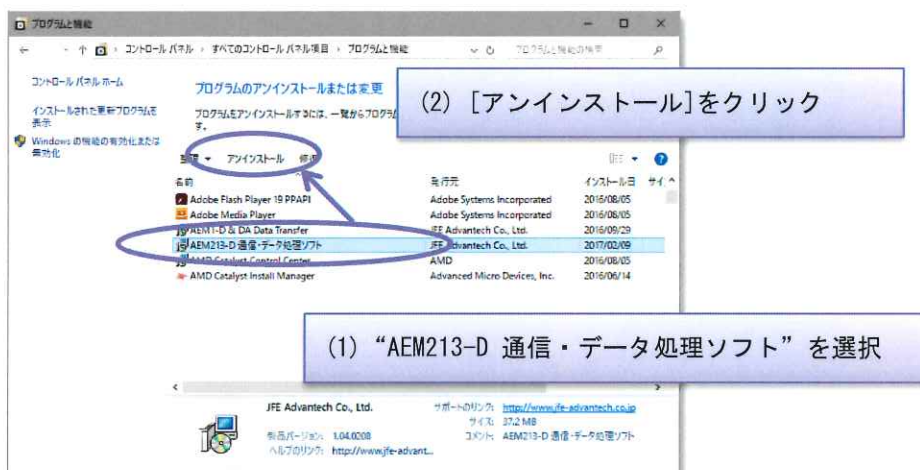

図 2.7 本ソフトウェアのアンインストール方法
- (2) リストの中から“AEM213-D 通信・データ処理ソフト”を選択して [アンインストール] をクリックします。（図 2.7）